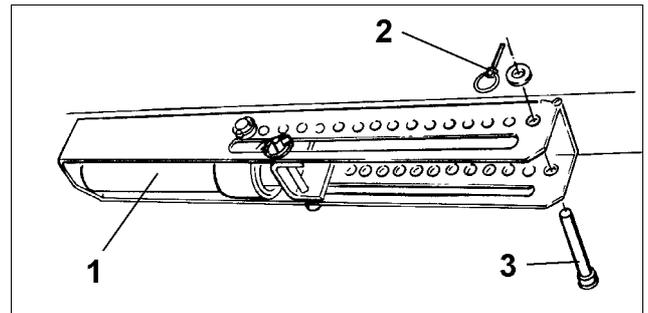

Fig. 76
- Hydraulikzylinder (Fig. 76/1) drucklos machen.
- Bolzen (Fig. 76/3) in eine Bohrung der Lochgruppe einstecken und mit einem Klappstecker (Fig. 76/2) sichern.